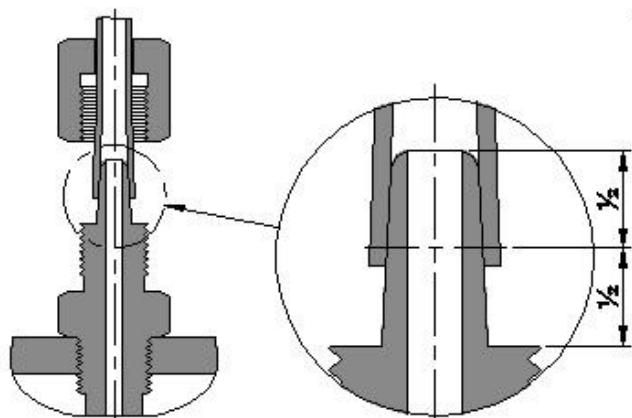

Рис.4.2-7 Подключение трубы PTFE
- Надеть развалицованный конец трубы PTFE на штуцер таким образом, чтобы трубка закрывала чуть более половины длины штуцера, как это показано на рис.4.2-7, затем надеть и до упора закрутить накидную гайку. Гайку закручивать пальцами, использовать инструмент (ключ и т.п.) допускается только для откручивания гайки.